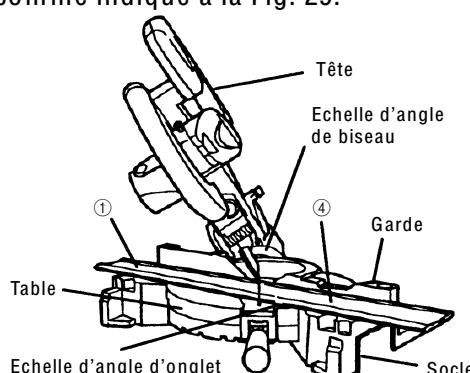
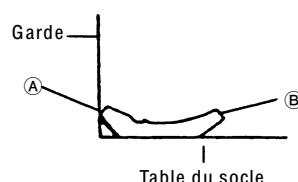

Fig. 26
Fig. 27
(1) Réglage de coupe en corniche complexe aux positions ① et ④ de la Fig. 25 (voir Fig. 26 ; incliner la tête vers la gauche) :
- ① Tourner la plaque tournante vers la droite et régler l'angle d'onglet comme suit :
- ② Incliner la tête vers la gauche et régler l'angle de biseau comme suit :
- ③ Disposer la corniche complexe de façon que la surface inférieure (Ⓐ sur la Fig. 24) touche la garde comme indiqué à la Fig. 27.